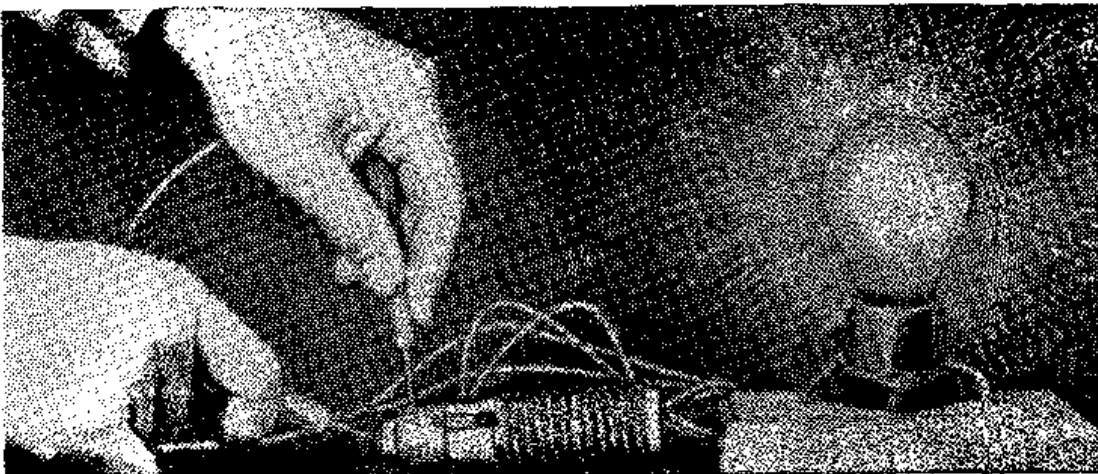

Рис. V.92. При помощи испытательного прибора для обнаружения обрывов можно найти короткое замыкание или обрыв.
**Проверка электронагревательного элемента.** Приложите испытательные концы к двум зажимам нагревательного элемента (рис. V.92). Если лампа не загорится, это укажет на обрыв в нагревательном элементе. Перегоревшие нагревательные элементы большинства электроприборов перематывать затруднительно. Поэтому такой элемент нужно удалить и вместо него вставить новый.